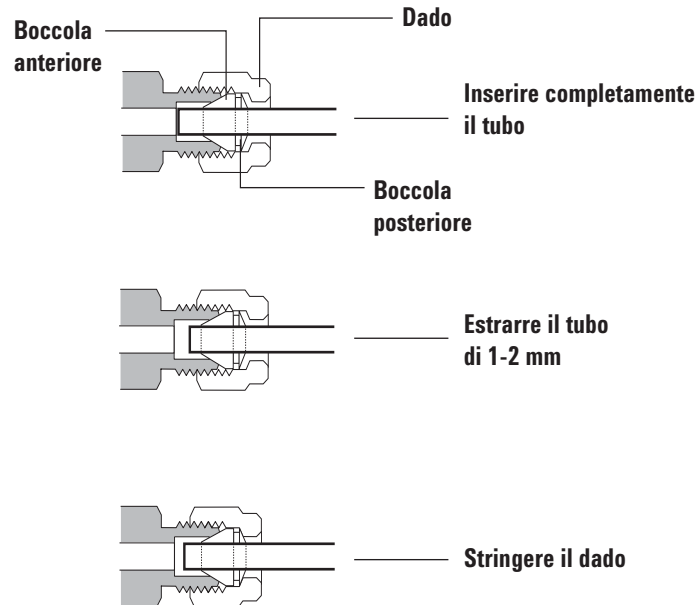

Figura 19 Inserire il tubo
- 5 Inserire interamente il tubo nella presa, quindi ritrarlo di circa 1 o 2 mm (**Figura 19**).